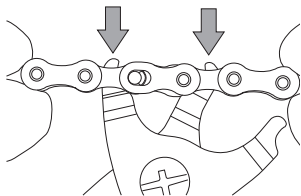

Fig. 12
- Inserite l'attrezzo di apertura falsa maglia con denti di spessore inferiore a 1,8 mm nelle maglie interne adiacenti alla C-Link™ (Fig. 12).